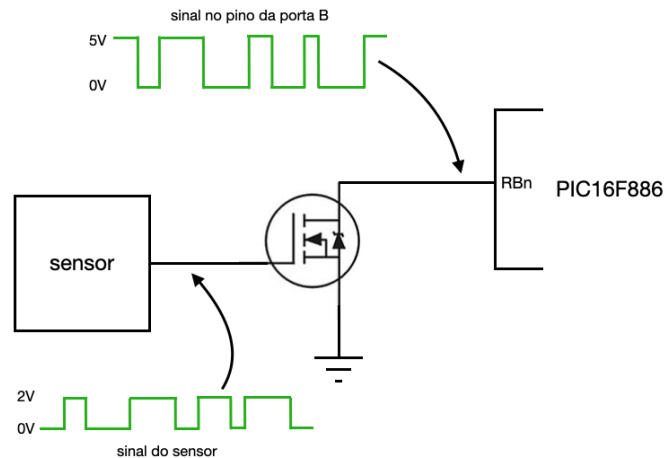

Figura 1: Ligação do sensor com o PIC através de transistor MOSFET e exemplo dos sinais do sensor e no pino da porta B.
4. (2,5) Dado um sensor que produz uma saída pulsada não periódica deseja-se fazer a contagem das bordas de descida dos pulsos desse sensor por meio de Interrupt-On-Change da porta B de um PIC16F886. A Figura 1 mostra a ligação do sensor com o PIC que é feita através de um transistor MOSFET canal N (enhancement mode) e um exemplo do sinal do sensor e do sinal no pino da porta B.